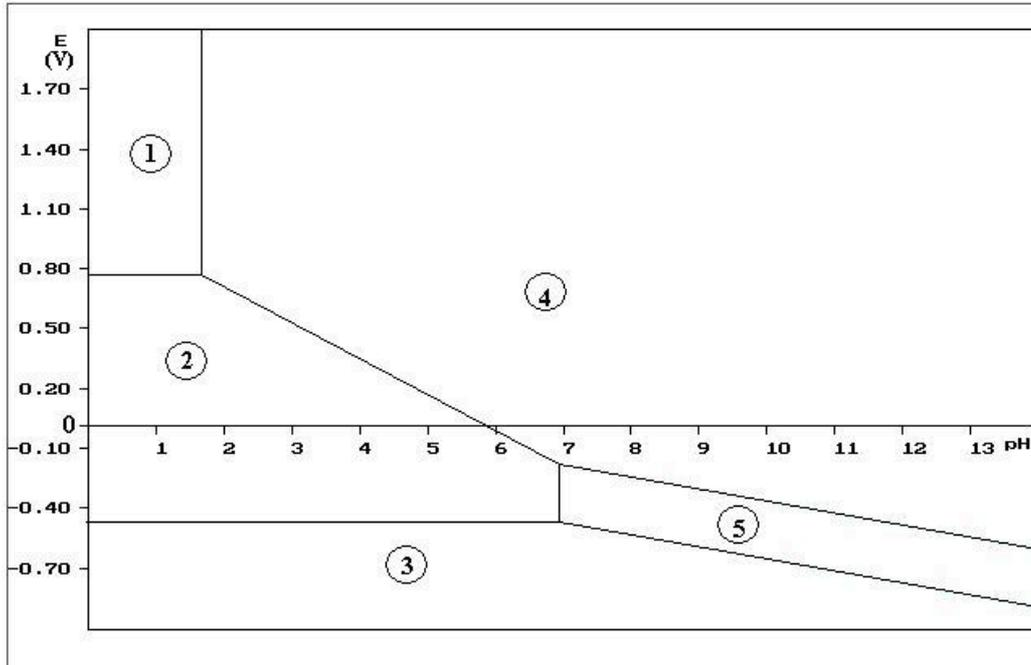

Figure 3 : diagramme potentiel-pH simplifié du fer
La figure 3 représente le diagramme potentiel-pH simplifié du fer. Les espèces prises en compte sont : Fe, Fe^{2+} , Fe^{3+} , $\text{Fe}(\text{OH})_2$ et $\text{Fe}(\text{OH})_3$.
- 10- Affecter l'espèce correspondante à chaque domaine de prédominance ou d'existence numéroté de la figure 3. Justifier.